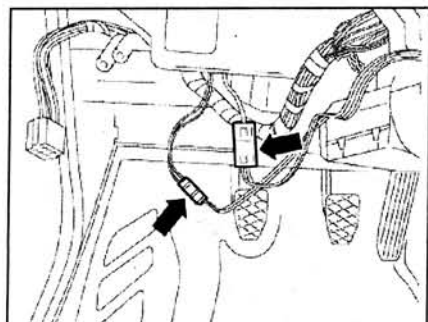

Рис. 6.7. Отсоедините разъемы проводки (стрелки) и снимите контактную катушку с рулевой колонки.
11. Отсоедините разъемы проводки (**стрелки**) и снимите контактную катушку с рулевой колонки (рис. 6.7).